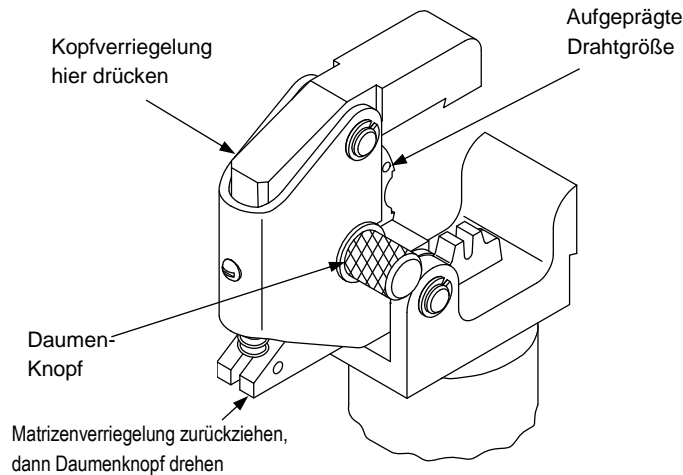

Abbildung 2
3. MATRIZENAUSWAHL (Abbildung 2)